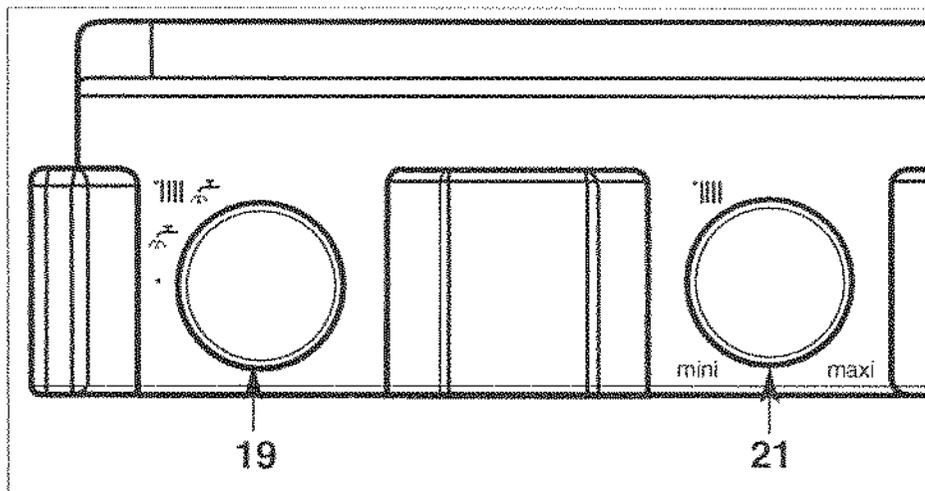
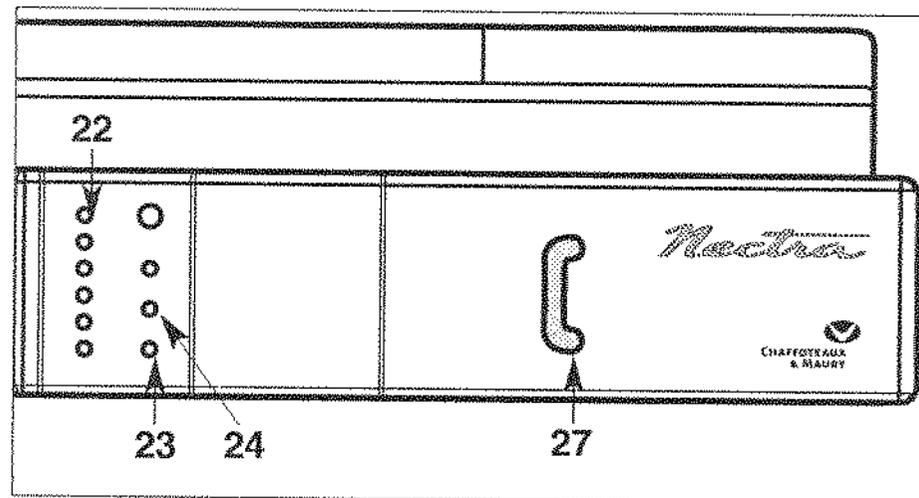

Fig. 23
Fig. 24
- Placez le commutateur "19" (fig. 23) en position «  » voyant vert "23" allumé ; le voyant orange "24" (fig. 24) s'allume chaque fois que le brûleur entre en fonction.
Le bouton de réglage du chauffage "21" «  » (fig. 23) donne la possibilité d'ajuster la température de l'eau du circuit de chauffage en fonction des besoins saisonniers.
L'indicateur "22"  (fig. 24) affiche cette température.
- Placez le commutateur "19" en position arrêt «  » (extinction du voyant vert "23" (fig. 24).
Ne pas oublier de le rouvrir en début de saison de chauffage, lorsque l'on replace le commutateur "19" (fig. 23) en position «  ».